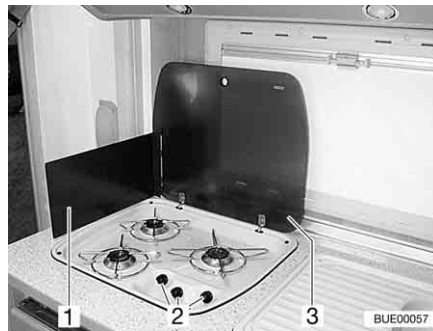

Fig. 179 Réchaud à gaz
- Ouvrir le couvercle du réchaud à gaz (Fig. 179,3).
- Selon le modèle, relever la protection pare-flammes (Fig. 179,1) ou la mettre en place.
- Tourner le bouton tournant (Fig. 179,2) du brûleur désiré en position d'allumage (grande flamme).